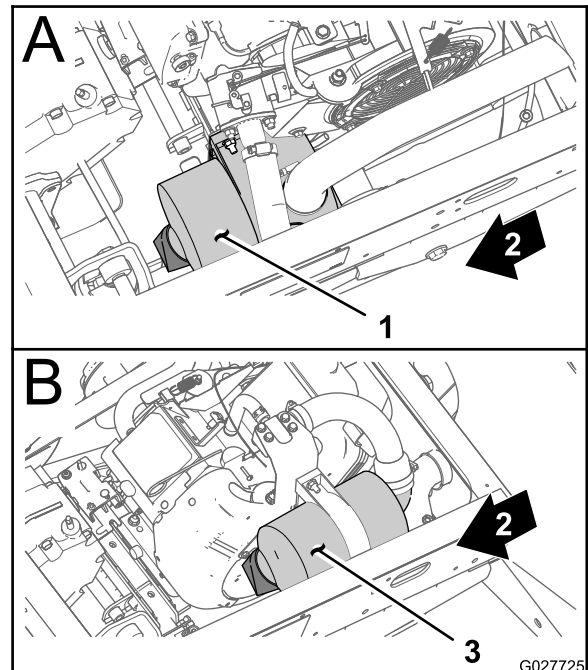
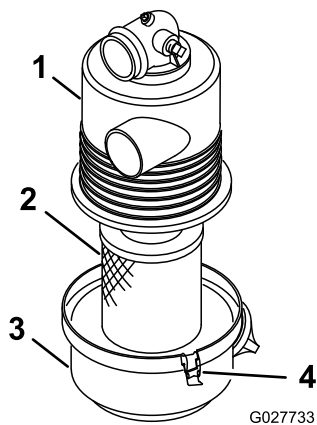

図 37
図 38
2. エアクリーナ本体にリーク原因となりそうな傷がないか点検してください。本体とカバーがシールでしっかり密着しているのを確認する (図 37 と 図 38)。
- エアフィルタのカバーをエアフィルタのハウジングに固定しているラッチを外す 図 38。
- ボディからカバーを外し、カバーの内部を清掃する 図 38。
- エアフィルタのハウジングにエレメントを取り付ける (図 38)。
- エアクリーナのカバーとハウジングを合わせる 図 38。
- カバーをハウジングにラッチで固定する (図 38)。